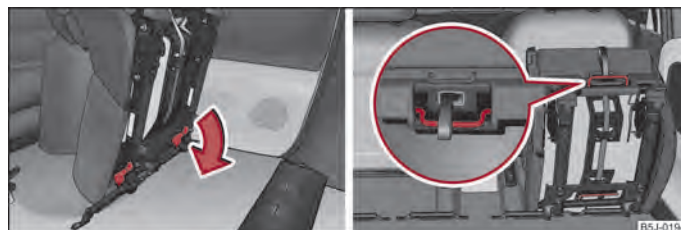

Fig. 40 Sbloccaggio del sedile ribaltato / maniglia sul cuscino
- Sbloccare il sedile ribaltato premendo i bloccaggi sedile nel senso della freccia ⇒ fig. 40.
- Tirare il sedile con la maniglia sul cuscino ⇒ fig. 40 lato destro.
- Ribaltare il sedile esterno → pagina 54 e sbloccarlo → fig. 40.